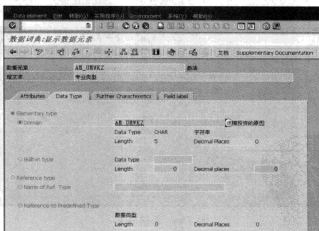

图 4-51 “显示数据元素”界面
STEP 3 在表数据字段显示界面, 可以看到该表所包含的数据元素, 如果双击某数据元素, 可以进入“显示数据元素”界面, 如图 4-51 所示。